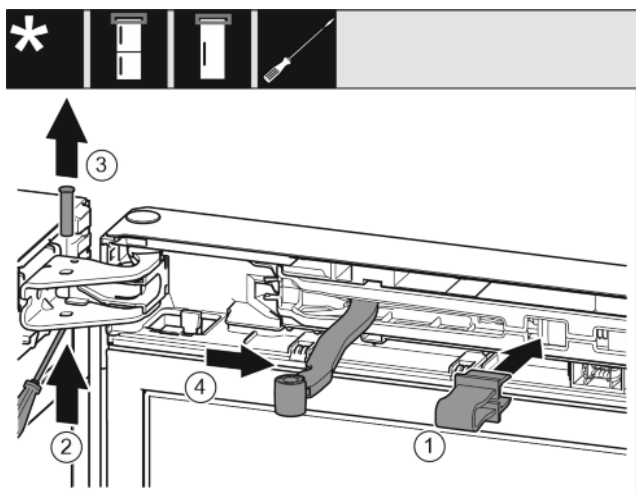

Fig. 7
- ▶ Pojistku nechte zapadnout do otvoru. Fig. 7 (1)
- ▶ Šroubovákem vysuňte čep. Fig. 7 (2)
- ▶ Čep vytáhněte směrem nahoru. Fig. 7 (3)
- ▶ Otočte kloub směrem ke dveřím. Fig. 7 (4)